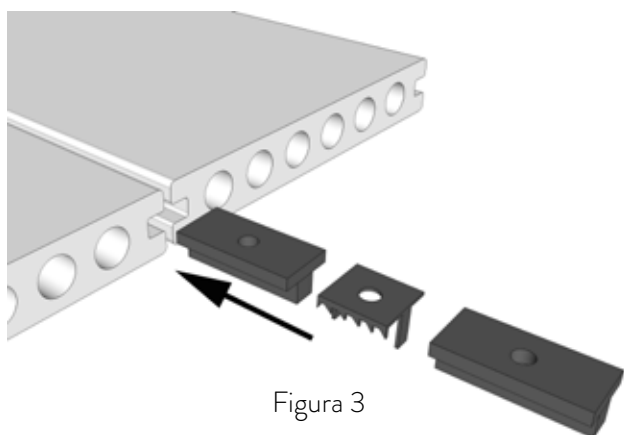

Figura 3
0.1 Esquema de instalación de grapa fija y móvil, como se muestra en la Figura 3: